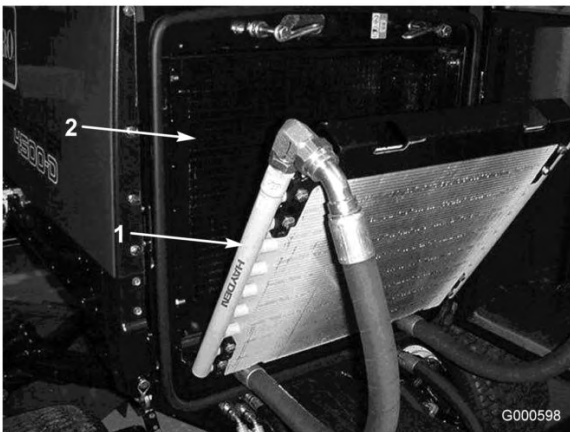

Figura 53
3. Girate indietro il radiatore dell'olio. Pulite accuratamente entrambi i lati dell'area del refrigeratore dell'olio e del radiatore utilizzando aria compressa (Figura 53). Iniziate dal lato anteriore ed eliminate i detriti spingendoli verso la parte posteriore. Successivamente eseguite la pulizia partendo dalla parte posteriore e soffiando l'aria verso la parte anteriore. Ripetete la procedura più volte fino a rimuovere completamente sporcizia e detriti